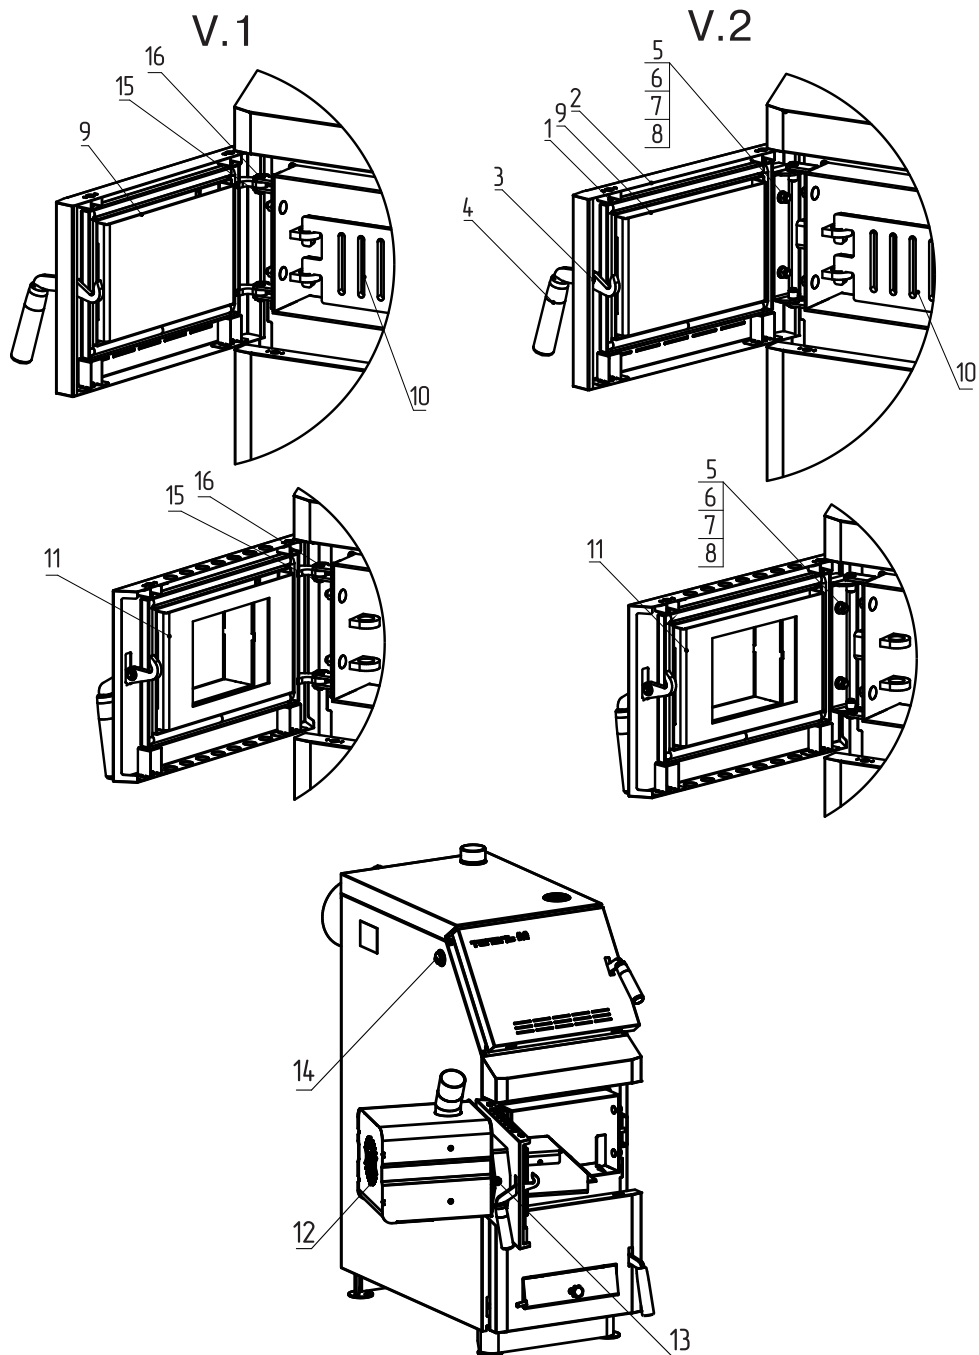

Рис. 12 Порядок установки адаптера на твердотопливные котлы
- Установите дверцу загрузочную (Рис.12, поз.3), установите ось загрузочной дверцы (Рис.9, поз.2) и установите на место панель (Рис.9, поз.1).
- Открутите 4 самореза (Рис.12, поз.1), откиньте обшивку дверцы (Рис.12, поз.2), снимите стопорную шайбу ручки (Рис.12, поз.3), снимите обшивку дверцы (Рис.12, поз.2) и ручку (Рис.12, поз.4), открутите гайки (Рис.12, поз.5), извлеките болты (Рис.12, поз.6), шайбы (Рис.12, поз.7, 8) и снимите дверцу шуровочную (Рис.12, поз.9).
- Снимите шуровочную решетку (Рис.12, поз.10).
- Далее установите адаптер горелки (Рис.12, поз.11) в обратном порядке.
- Установите горелку (Рис.12, поз.12) на котёл и зафиксируйте её гайками (Рис.12, поз.13).
- Для установки гильзы под датчики температуры и перегрева снимите пробку или тягорегулятор (если установлен) и установите гильзу (Рис.12, поз.14) в освободившееся отверстие.
- Снимите стопорные шайбы (Рис.12, поз.15), извлеките оси (Рис.12, поз.16) и снимите дверцу шуровочную (Рис.12, поз.9).
- Далее установите адаптер горелки (Рис.12, поз.11), зафиксируйте его осями (Рис.12, поз.16) и стопорными шайбами (Рис.12, поз.15).